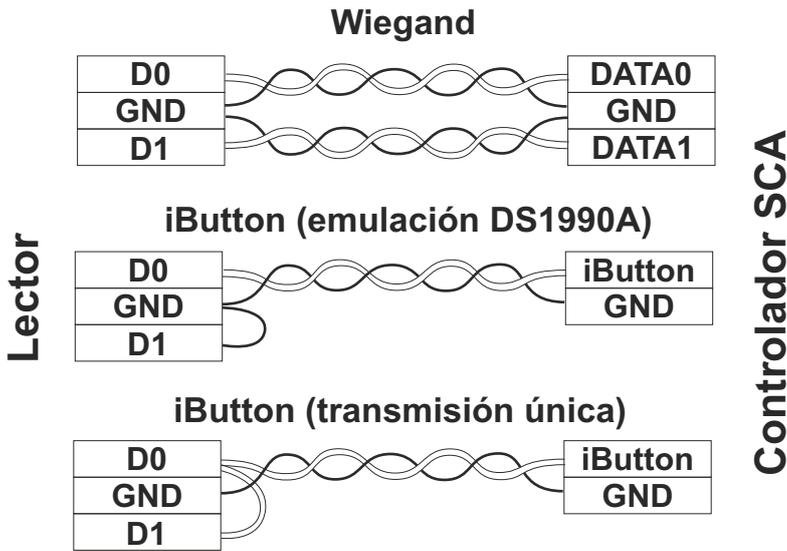

Figura 1. Selección del protocolo de transmisión
- si utiliza el protocolo Wiegand 26, el primer par trenzado se conectará entre los terminales GND y DATA0 y el segundo, entre GND y DATA1, según la figura 1.